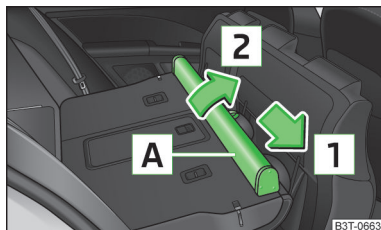

Fig. 121
- Poussez le boîtier du filet de séparation **A** dans le sens de la flèche **1** et sortez-le des logements du dossier des sièges arrière dans le sens de la flèche **2** » fig. 121.
- Insérez les évidements du boîtier du filet de séparation **A** » fig. 121 dans les logements sur les dossiers des sièges arrière.